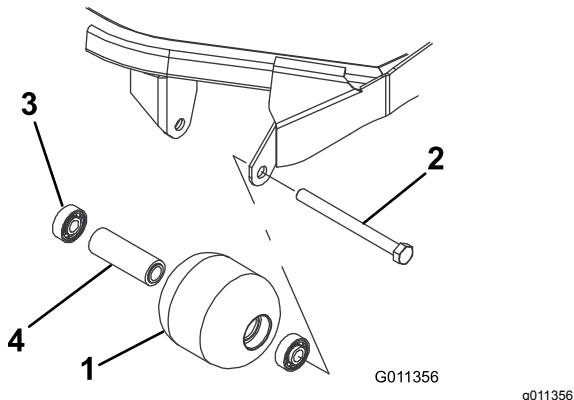

Bild 100
1. Entfernen Sie die Rollenbefestigungsschraube (Bild 100).
1. Drücken Sie das erste Lager in das Rollengehäuse (Bild 100). Drücken Sie dabei nur auf den äußeren Ring oder gleichmäßig auf die inneren und äußeren Ringe.
2. Setzen Sie ein Distanzstück ein (Bild 100).
3. Drücken Sie das zweite Lager in das Rollengehäuse (Bild 100). Pressen Sie dabei gleichmäßig auf den inneren und den äußeren Ring, bis der innere Ring das Distanzstück berührt.
4. Prüfen Sie das Rollengehäuse, die Lager und das Distanzstück auf Beschädigungen (Bild 100). Tauschen Sie beschädigte Teile aus und bauen Sie alles wieder zusammen.